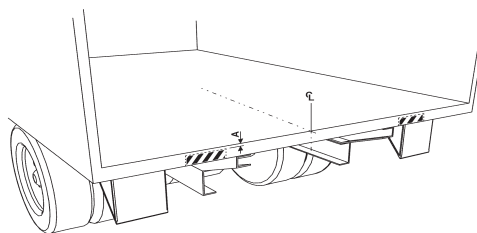

Bild 17. Mät ut och markera mittpunkten på fordonets bakbalk
2. Kontrollera A-måttet, om urtag behöver göras i bakbalken. (Se markering i Bild 17)